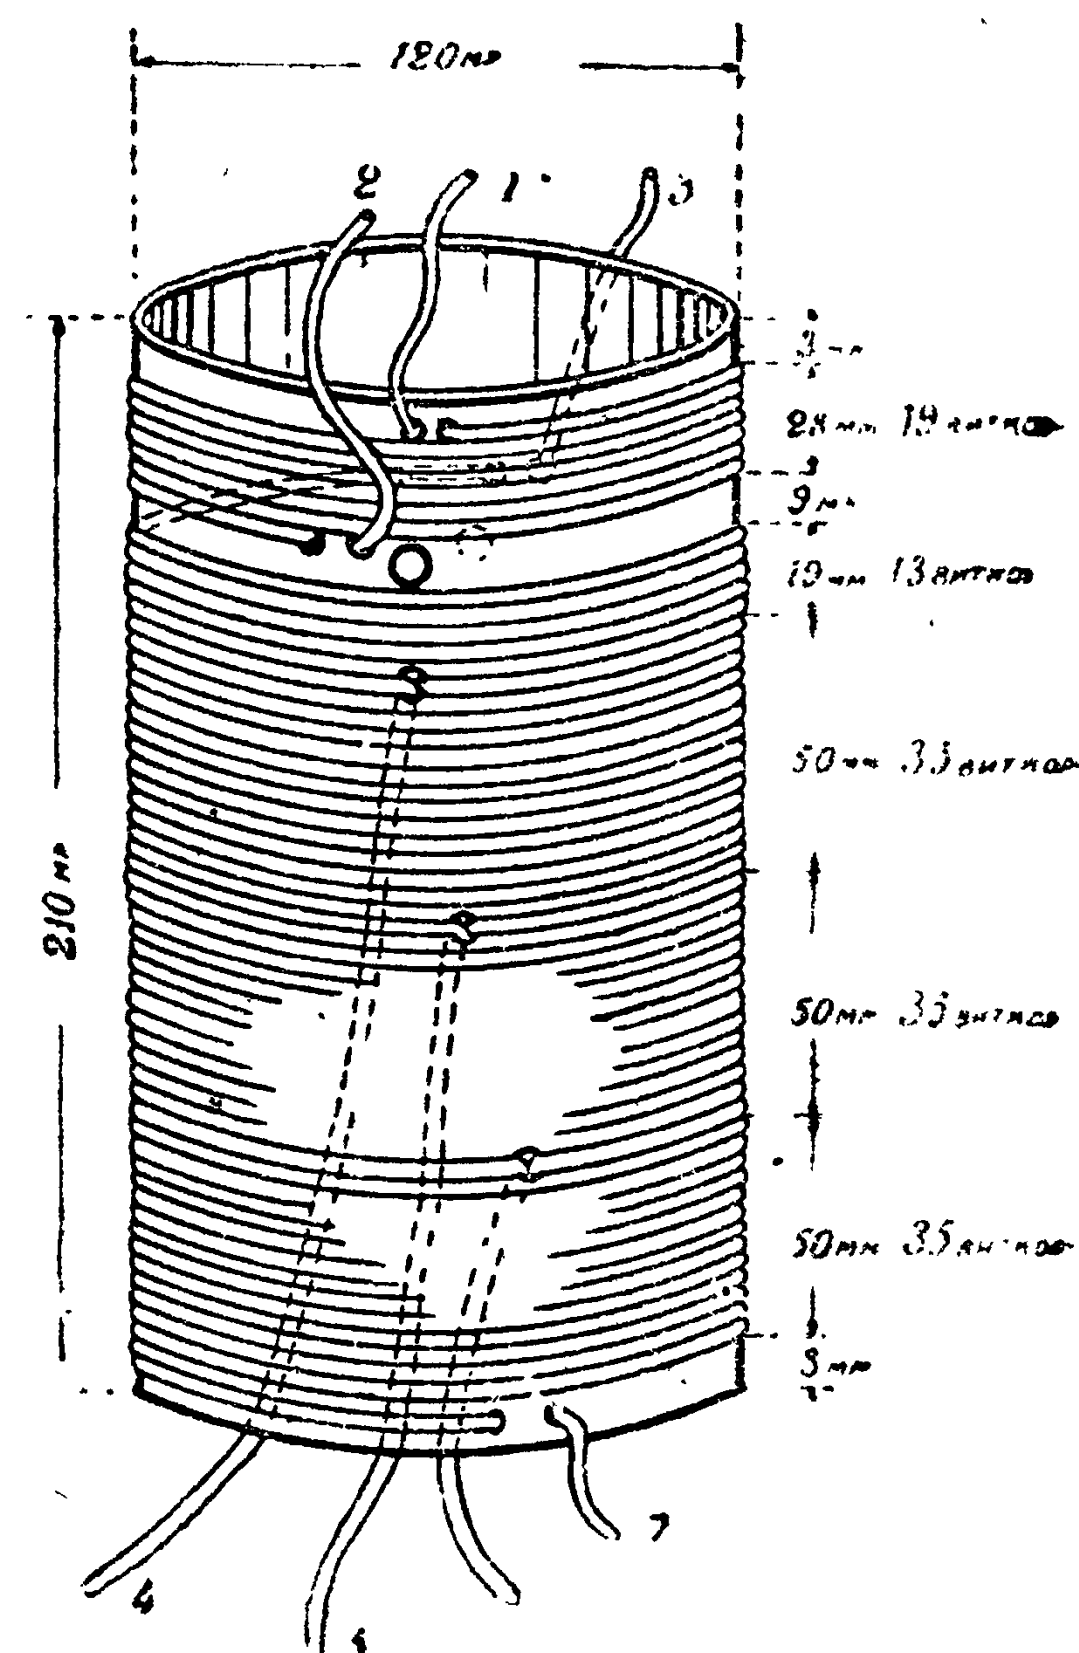

Рис. 3. Неподвижная катушка вариометра
через две дырочки конец провода. Этот конец назовем (1). Затем, как показано на рис. 3, начинаем производить намотку провода, укладывая плотно виток к витку. Намотав 19 витков, которые должны уложиться на протяжении